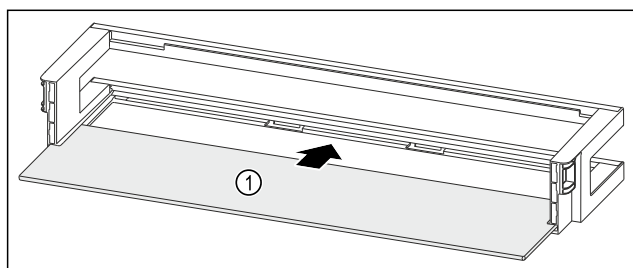

Fig. 121 Dørhylle med oppstillingsplass
- Skyv oppstillingsplassen Fig. 121 (1) inn i fordypningene på sidene.